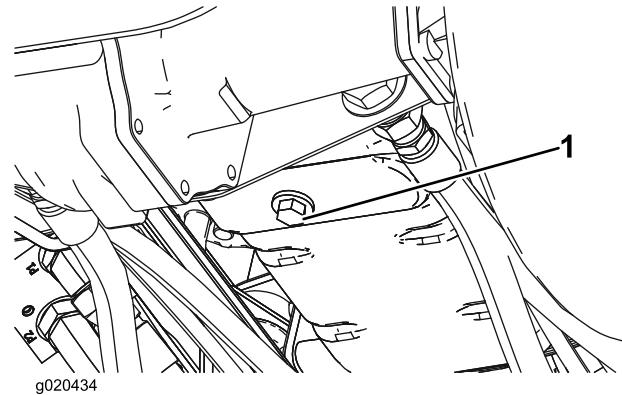

Bild 49
1. Entfernen Sie die Ablassschraube (Bild 49) und lassen Sie das Öl in die Auffangwanne ab. Schrauben Sie die Ablassschraube wieder ein, nachdem das Öl abgelaufen ist.